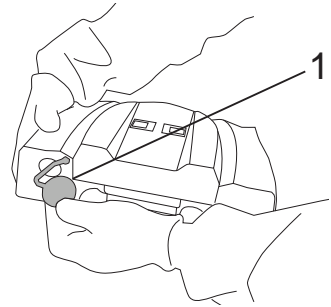

Fig.26
- Verwijder de dop van de vuilwatertank (Fig.26-Ref.1).